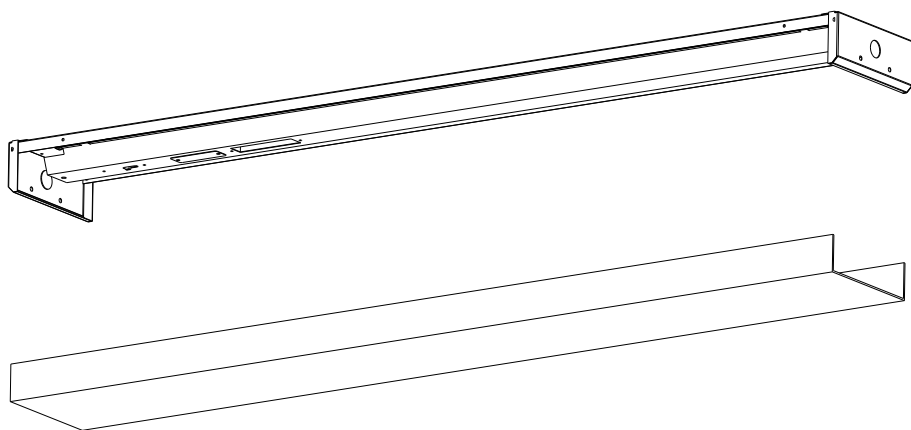

Fig. 1
1. Retirez la lentille pour accéder à la prise USB-C. (voir Fig. 1).